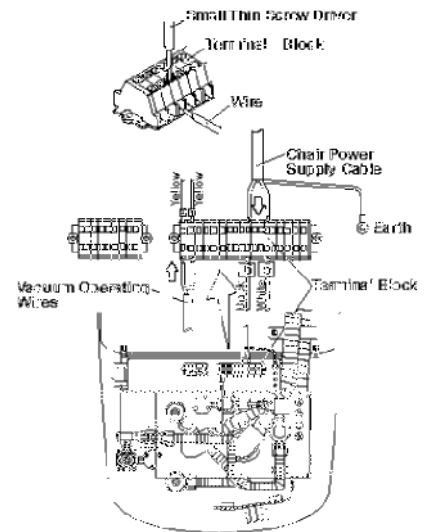

Fig.6-10B Wires Connection-B
C. Les fils de fonctionnement du système d'aspiration (système pompe à vide central) Branchez les fils de fonctionnement du système d'aspiration central au terminal N°1 et N°2. (Les fils sont branchés (Fig.6-10B)